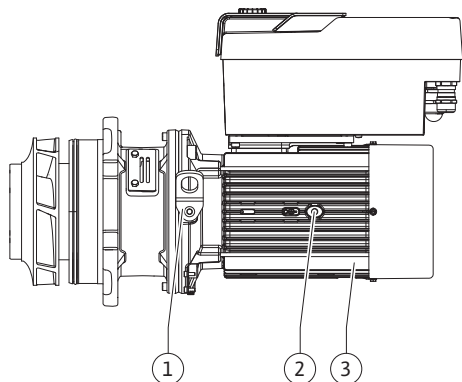

Fig. 108: Vtični komplet
- Vtični komplet (glejte Fig. 108) vstavite v ohišje črpalke pod prejšnjim ali drugim zelenim kotom. Pri tem upoštevajte dopusten vgradni položaj komponent (glejte poglavje »Dovoljeni vgradni položaji in spremembe razporeditve komponent pred vgradnjo« [► 24]).